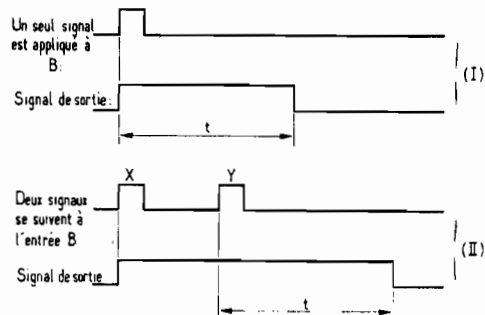

Fig. 10. — Redéclenchement du monostable SN 74122 N.
L'opération de redéclenchement est expliquée sur la figure 10. En (I) une seule impulsion est appliquée à l'entrée B. En (II), deux impulsions arrivent successivement sur l'entrée B. L'intervalle entre ces deux impulsions est inférieur au temps t du monostable. La première impulsion (X) fait basculer le monostable, la deuxième (Y) apparaît, et la sortie Q reste au niveau haut, pendant la durée t , à partir de la deuxième impulsion.